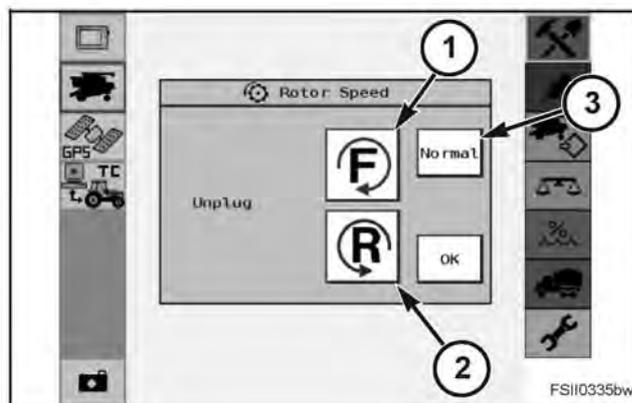

FIG. 111
FIG. 111: Cuando el separador está apagado, un botón de rotor desconectado aparecerá en la pantalla de ajuste de velocidad del rotor. Presionar el botón de rotor desconectado y el recuadro de rotor desconectado destellará. En el recuadro de rotor desconectado un botón de avance (1) o reversa (2) aparecerá. Para poder operar con los botones la trilla debe estar desconectada.